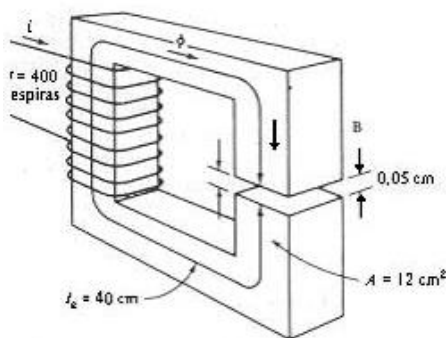

Fig. 1
**3.-** La Fig. 1 muestra un núcleo ferromagnético cuya longitud de trayectoria media es de 40 cm. Hay un pequeño entrehierro de aire de 0,05 cm en la estructura del hierro. El área de la sección transversal del núcleo es de 12 cm2, su permeabilidad relativa es de 4000 y la bobina de alambre sobre el núcleo tiene 400 vueltas. Suponer que el efecto de borde del entrehierro de aire aumenta el área efectiva de la sección transversal de éste en un 5% y hallar: (a) la reluctancia total al paso del flujo (núcleo más entrehierro de aire) y (b) la corriente necesaria para producir una densidad de flujo de 0,5 T en el entrehierro de aire.-